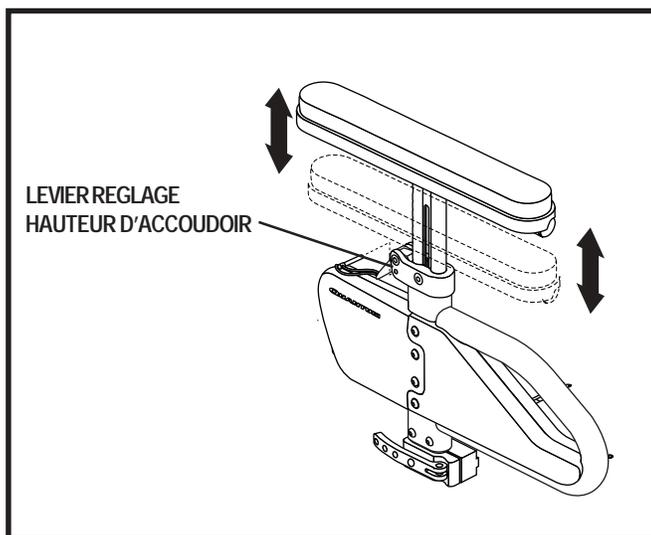

Figure 16. Réglage du haut (hauteur)
1. Au besoin, retirez la goupille de blocage. Voir la figure 16.